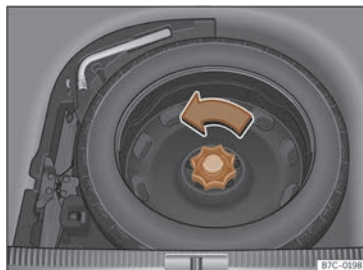

Abb. 244 Im Gepäckraum: hochgeklappter Ladeboden
- Drehen Sie das Rädchen entgegen dem Uhrzeigersinn >>> (Abb. 244).